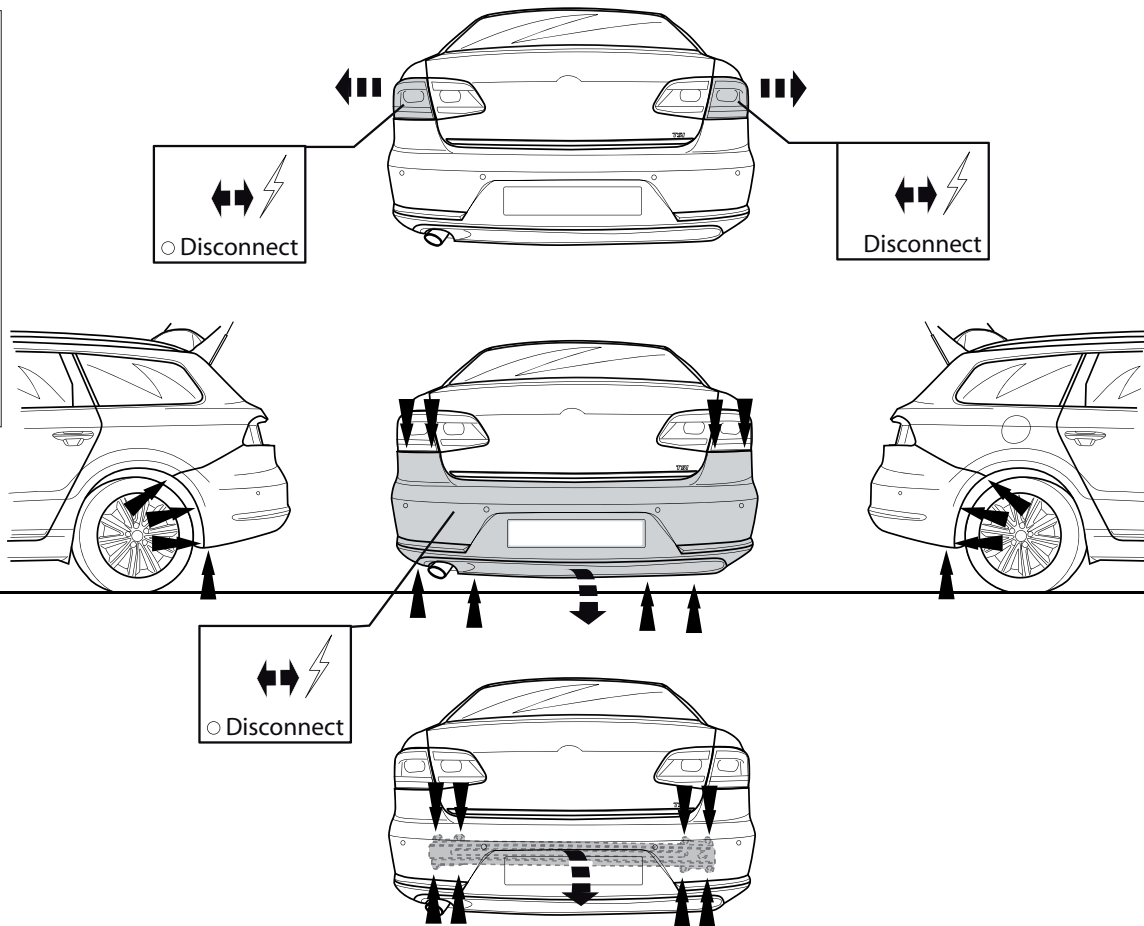

Fig. 1
1. Снять бампер вместе со стальным буферным брусом автомобиля буферный брус больше не понадобится. Поставить болты на место. См. рисунок 1.